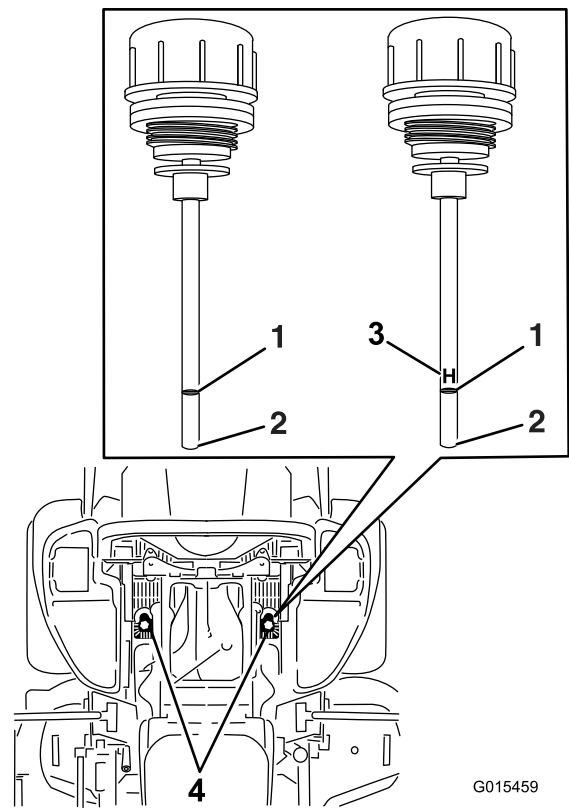

Figure 92
6. Nettoyez la surface autour des jauges des réservoirs du système hydraulique (Figure 92).
7. Sortez une jauge du réservoir hydraulique (Figure 92).
9. Ressortez la jauge et examinez son extrémité (Figure 92).